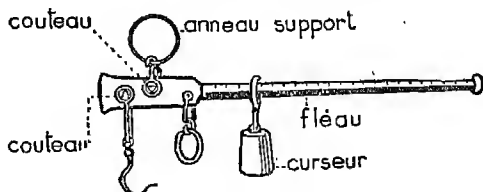

Fig. 1. — Romaine.
1. Dérivez une romaine¹ en vous aidant de la fig. 1. La graduation est-elle en parties d'égale longueur ?
Elle se compose d'un fléau, barre de fer mobile autour d'un couteau horizontal. Ce couteau est supporté par un anneau que l'on tient à la main (fig. 1 et 2). Un crochet, lui-même suspendu à un autre couteau, porte le corps à peser.